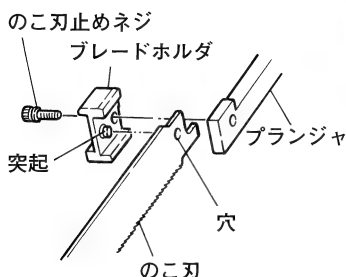

図 4
- (2) のこ刃をプランジャとブレードホルダの間にさし込み、ブレードホルダの突起にのこ刃の穴を入れます。(のこ刃を手前に引張り、抜けてこないことを確認します。)(図4)
- (3) のこ刃止めネジを六角棒スパナで締付け、のこ刃を十分に固定します。
**注** • 作業終了後、プランジャ部に切粉・土・砂・水分などを付着したままにしておくと、プランジャ部(図4参照)がさびついて機体内部の故障の原因になるので、必ず清掃して保管してください。